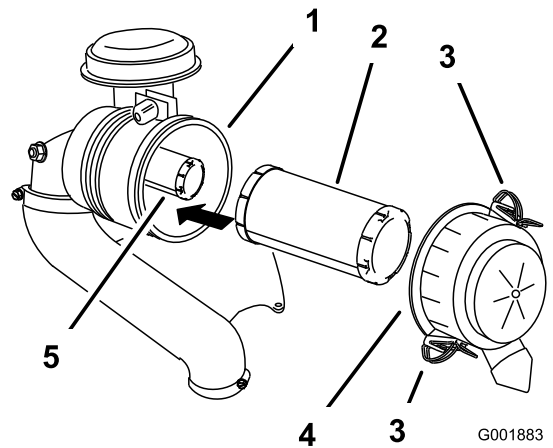

Figura 55
- Abra los cierres del limpiador de aire y tire de la tapa de la entrada de aire para separarla del cuerpo del limpiador de aire (Figura 55).
- Extraiga con cuidado el filtro primario de la carcasa del limpiador de aire (Figura 55).
2. Si va a cambiar el filtro interno, deslícelo cuidadosamente en el cuerpo del filtro (Figura 55).
3. Deslice cuidadosamente el filtro primario por encima del filtro de seguridad (Figura 55).
4. Instale la tapa del limpiador de aire y fije los cierres (Figura 55).